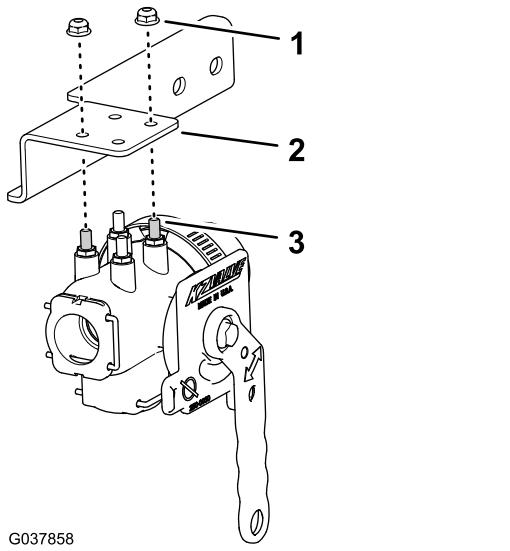

Figura 61
- Alinhe os pinos da válvula de corte do misturador com os furos no suporte da válvula de corte (Figura 61).
- Monte a válvula no suporte (Figura 61) com as duas porcas de bloqueio flangeadas (1/4 pol.) e aperte-as com 52 a 67 Nm.